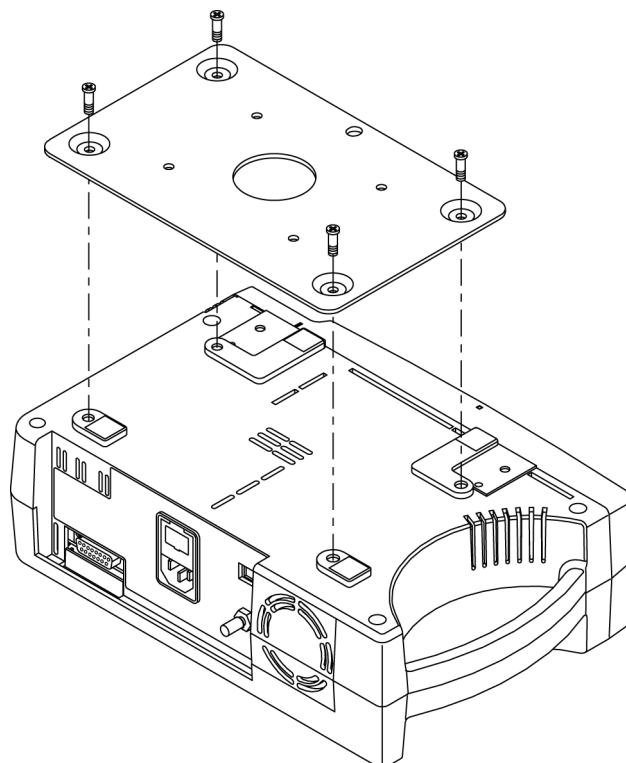

Figura 7: Piastra di montaggio GCX
- Piastra di montaggio GCX. Si veda Figura 7 alla pagina 126.
La piastra a parete viene fissata al saturimetro N-600x come illustrato in Figura 7. Per ulteriori informazioni sul collegamento della piastra alla piastra di montaggio GCX, consultare le istruzioni per l'uso fornite.